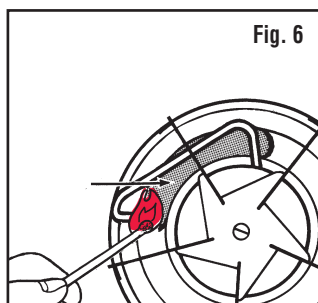

Fig. 6
- Shield stove from high wind conditions and preheat generator by placing a generous amount of preheating paste under the generator. Light the paste. (Fig. 6)
- Mettez le réchaud à l'abri du vent et préchauffez le générateur en plaçant une bonne quantité de pâte de préchauffage sous le générateur. Enflammez la pâte. (Fig. 6)
- Proteja la estufa contra vientos fuertes y precaliente el generador poniendo una buena cantidad de pasta precalentadora debajo del generador. Encienda la pasta. (Fig. 6)